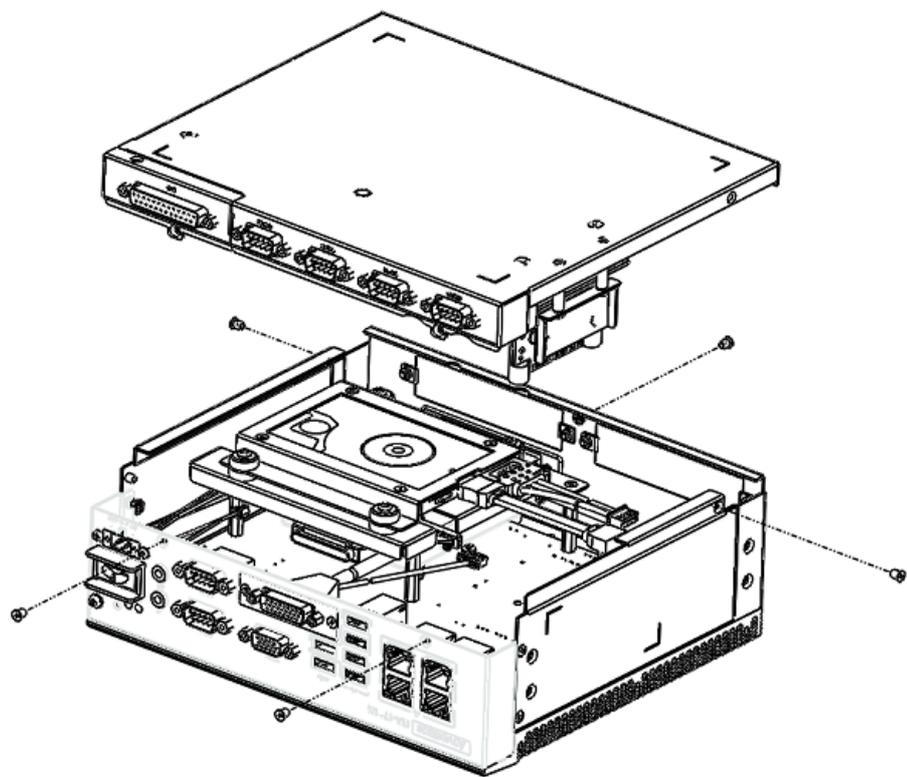

图 3.4: 安装上盖
1. 按照图 3.4 上层所示的方向将切口端插入机箱前面板处，然后压好。